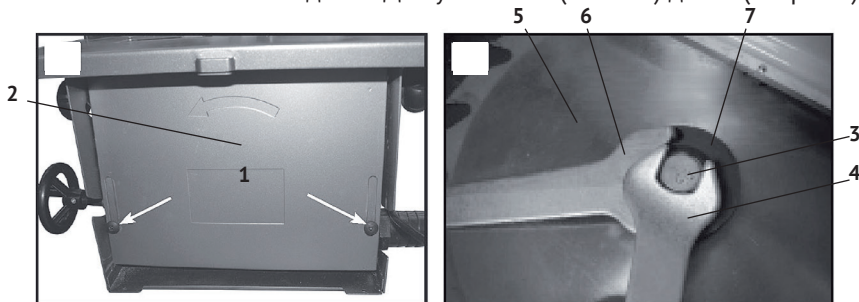

рис. 3
### 2.1.3 Установка пильного диска. Для установки (замены) диска (см. рис.3):
- открутив винты (рис.3 поз.1), снять боковую панель поворотного короба (рис.3 поз.2);
- зафиксировав ключом (рис.3 поз.6) вал якоря двигателя, открутить ключом (рис.3 поз.4) зажимную гайку (рис.3 поз.3);
- снять (при замене) с вала зажимной фланец (рис.3 поз.7) и пильный диск (рис.3 поз.5);